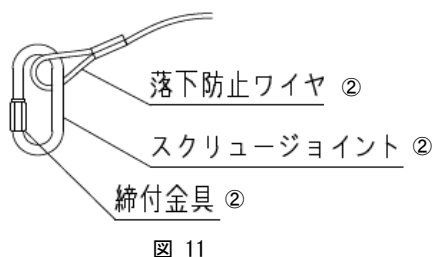

図 11
- ② 図11のとおり、スクリュージョイントを落下防止ワイヤの片端に通した後、スクリュージョイントの締付金具を工具を用い確実に締め付けます。